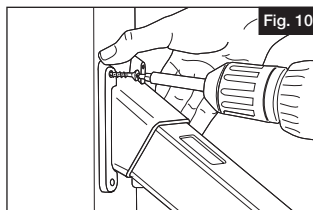

Fig. 10
- a. Las lengüetas de fijación en los barrotes/pilares deben estar orientadas hacia el borde exterior de los orificios ranurados (Fig. 10).
- Inserte tornillos cuadrados autorroscantes #10 de  $\frac{1}{4}$ " a través de los soportes en el poste (4 por soporte) (Fig. 10).